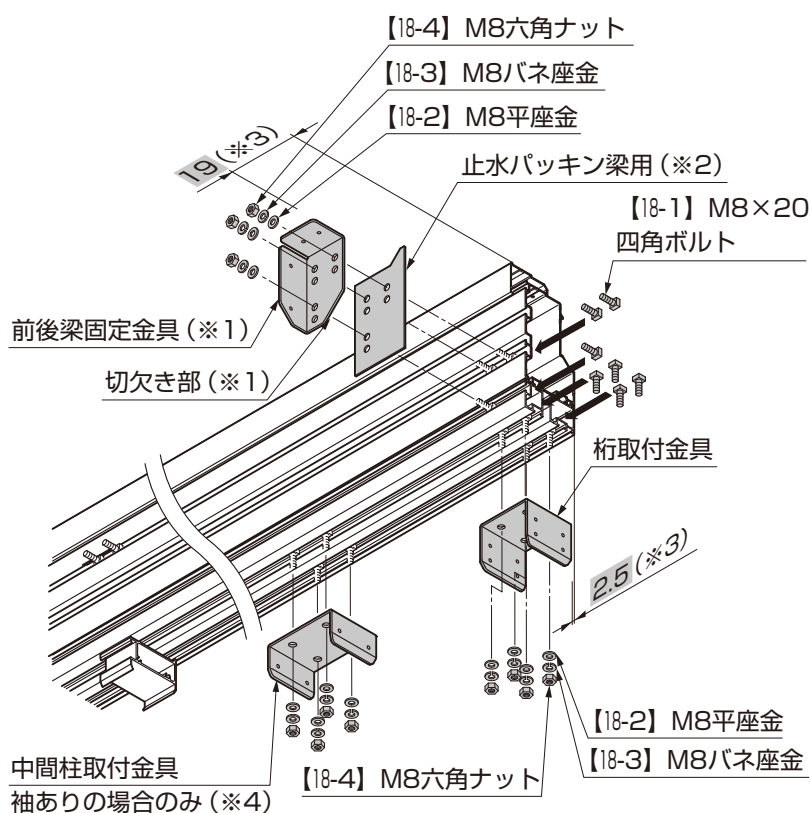

図6-6
- ③ 桁側面の溝に【18-1】をスライドしながら入れ、止水パッキン梁用を貼り、【18-2】、【18-3】、【18-4】で前後梁固定金具を固定してください。（図6-6参照）
- ④ 桁底面の溝に【18-1】をスライドしながら入れ、【18-2】、【18-3】、【18-4】で桁取付金具を固定してください。